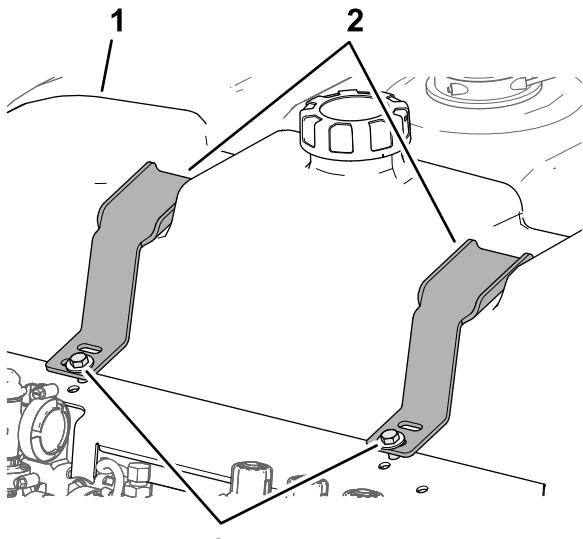

Bild 42
2. Prüfen Sie zwischen den Befestigungen und dem Spülbehälter auf Spielraum (Bild 42).
3. Wenn Sie zwischen den Befestigungen und dem Spülbehälter einen Spielraum feststellen, ziehen Sie die Schrauben und Sicherungsbundmuttern an, bis die Befestigungen mit dem Behälter bündig sind (Bild 42).
1. Füllen Sie den Spülbehälter mit sauberem Wasser (Bild 42).